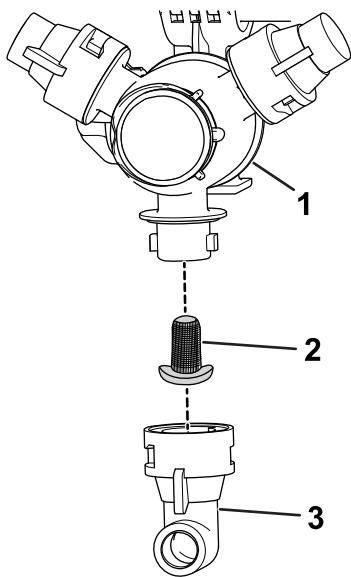

Bild 45
- Nehmen Sie die Düse vom Sprühdrehkreuz ab (Bild 45).
- Entfernen Sie den Düsenfilter (Bild 45).
- Setzen Sie den Düsenfilter ein (Bild 45).
- Setzen Sie die Düse auf das Sprühdrehkreuz auf (Bild 45).